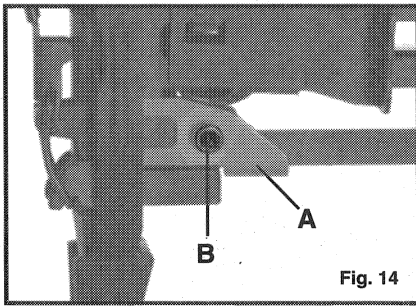

Fig. 14
Un Guide-agrafes (A) Fig. 14, est installé à fabrication dans le modèle NS150. Le guide est tenu en place par un boulon (B) Fig. 14. Le Guide-agrafes doit être employé chaque fois que les agrafes ont moins de 1^{1/8}" de long. Le guide doit être enlevé en enfonçant des agrafes ayant 1^{1/8}" ou plus de long. Pour enlever le Guide-agrafes: enlever le boulon (B) Fig. 14, et glisser le guide de la machine. Ranger le Guide-agrafes et le boulon pour utilisation future.